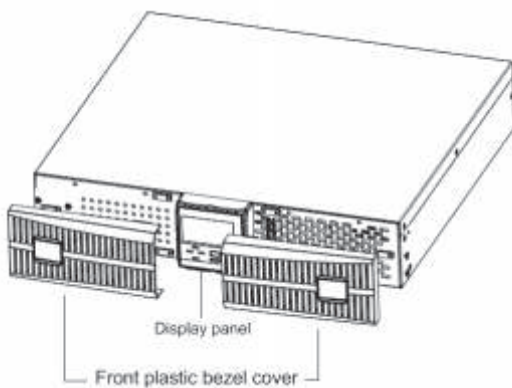

Рис..4-3
1. Снимите аккуратно внешние защитные панели (Рис.4-3).